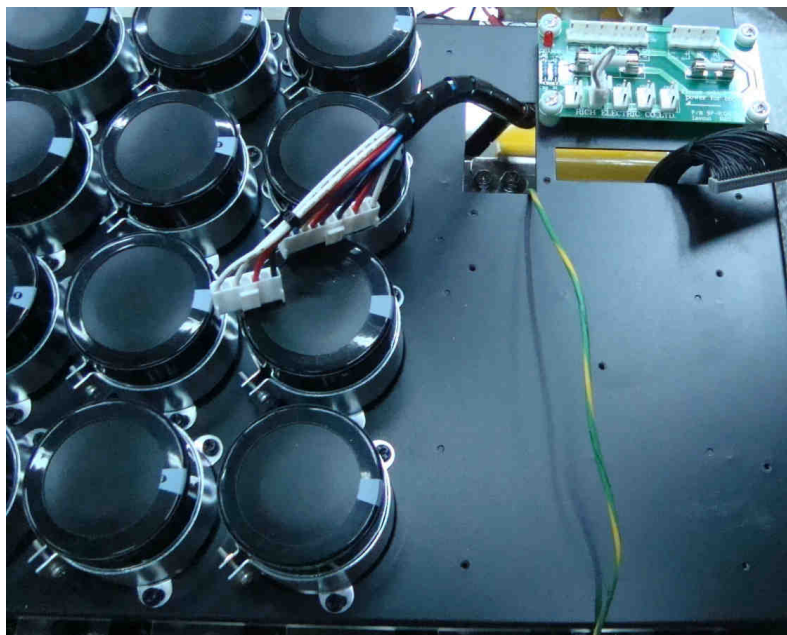

Рис. 7.20.
7.11.3.3. Выгащить через прорези в корпусе блока конденсаторов жгут платы ЦП, жгут платы предохранителей и провод заземления (рис. 7.20).